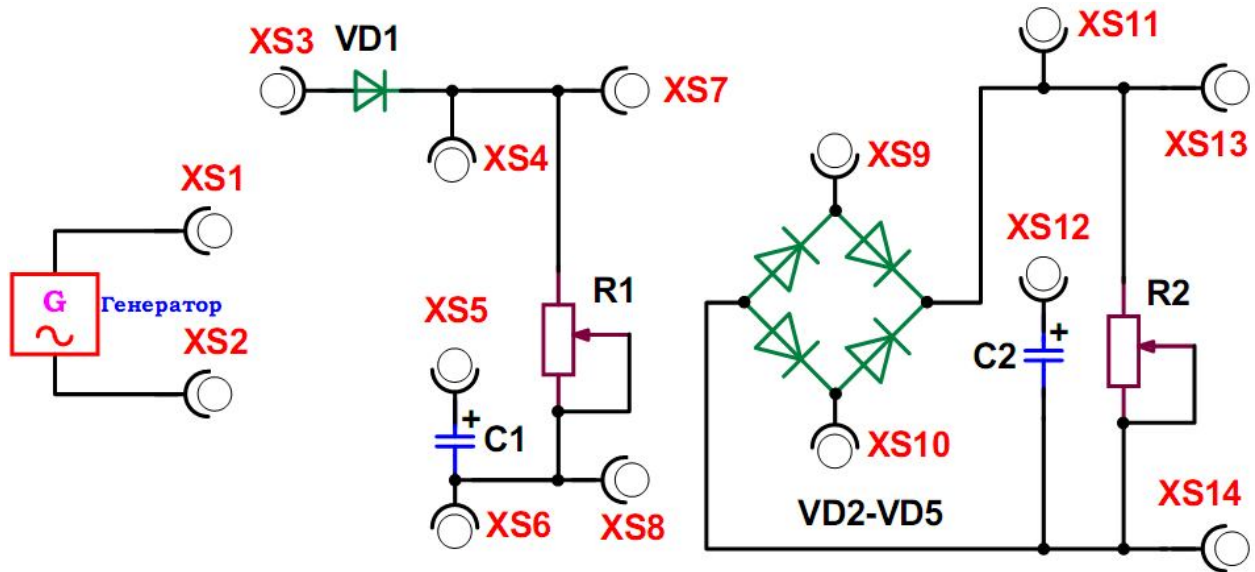

Рис. 1. Принципиальная схема для изучения однополупериодного и двухполупериодного мостового выпрямителя с контрольными точками.
Изучение основных типов полупроводниковых выпрямителей производится на учебной установке ФЭЛ-7, принципиальная схема которой приведена на рис. 1. Сигнал от генератора гармонических колебаний подаётся на изучаемую схему однополупериодного выпрямителя либо двухполупериодного мостового выпрямителя. Каждая из схем подключается к генератору с помощью переключек типа «тюльпан-тюльпан», сигнал снимается с сопротивления нагрузки R1 либо R2 с помощью соединительного провода «BNC – двойной тюльпан» и подаётся на вход Y осциллографа. Генератор включается и выключается кнопкой «ГЕНЕРАТОР ВКЛ/ВЫКЛ», частота генератора задаётся нажатием кнопки «ЧАСТОТА» и регулируется ступенчато по кругу. В качестве исследуемых частот выбраны основные промышленно используемые частоты (50-60-400-1000 Гц). Текущее значение частоты отображается на LCD индикаторе, состояние генератора так же отображается на LCD индикаторе G=ON либо G=OFF.
3. Согласно методическому руководству и используя схему рис. 1 провести необходимые исследования.